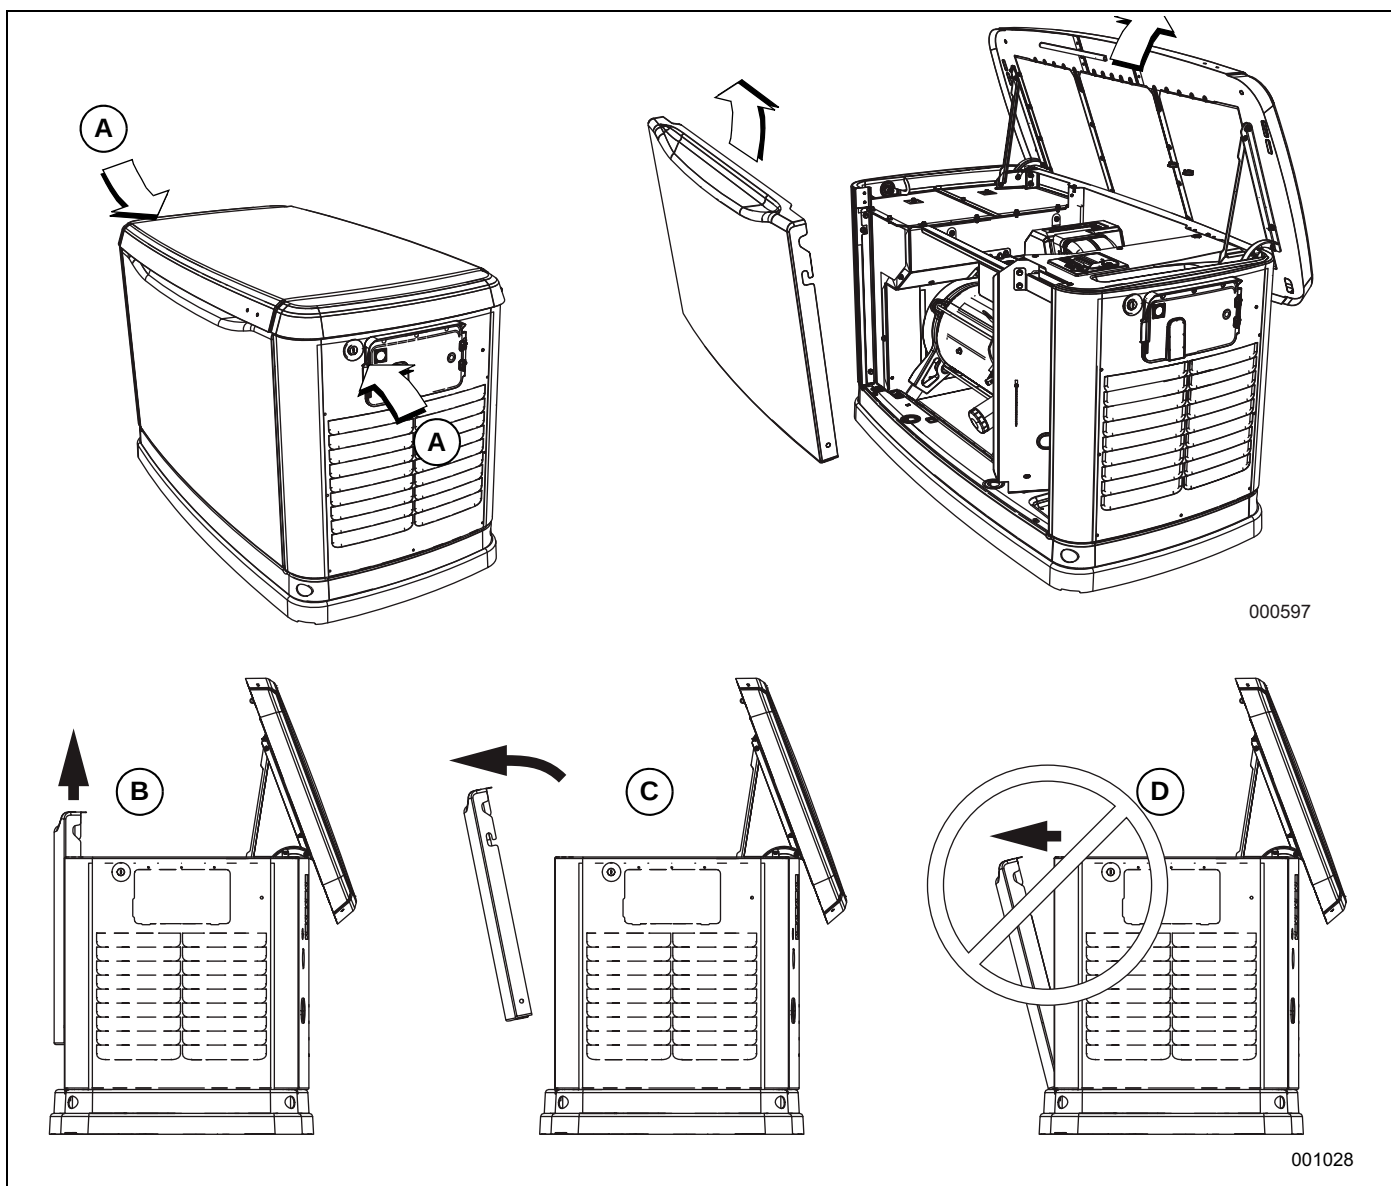

Figura 3-3. Ubicación de la cerradura lateral y retiro del panel delantero
3. Hay dos cerraduras que fijan la tapa, una a cada lado (A en Figura 3-3). Para abrir la tapa correctamente, presione hacia abajo en la tapa sobre el cierre lateral y desenganche el pestillo.
NOTA: Siempre levante el panel de acceso delantero hacia arriba antes de tirar alejándolo del gabinete (B y C en la Figura 3-3). No tire del panel alejándolo del gabinete antes de levantarlo (D en la Figura 3-3).